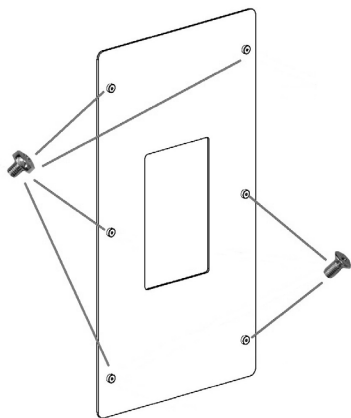

Fig. 40 - Privijte vijake
- Privijte vijake na puše na steklu: 4 vijaki imajo okroglo glavo, 2 pa ploščato (gl. **Fig. 40**).